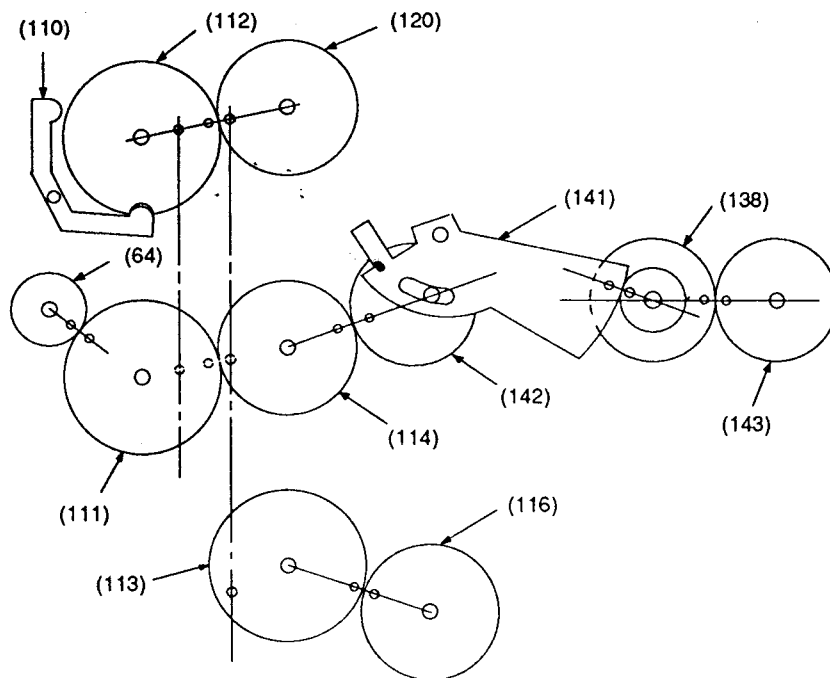

Fig. 43
Die Abbildungen Fig. 43 / 44 zeigen das Laufwerk in der Bezugsposition "STOP" und die dabei auftretende Anordnung der Markierungslöcher. Die Bezugsposition "STOP" ist identisch mit der Laufwerkstellung "Umspülbetrieb". Diese entspricht der 2. Raststellung des Kupplungsrades (116), wenn diese Laufwerkstellung durch Drehen des Capstanrotors von Hand angefahren wird.
The illustrations Fig. 43 / 44 show the drive mechanism in the reference position "STOP" and the resulting alignment of the marking holes. The reference position "STOP" is identical to the mechanical position during "WINDING MODE". This corresponds to the second locking position of the Clutch Disc (116), when this mechanical position is reached by rotating the capstan rotor by hand.